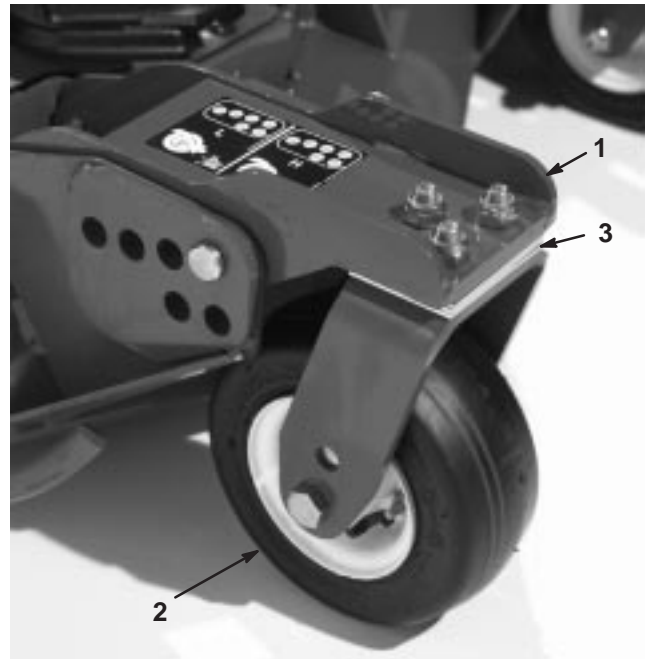

**Bild 78**
1. Lockern Sie die Klemmmutter an der Unter- oder Oberseite des U-Bügels an der Schnitthöhenskette (Bild 78).